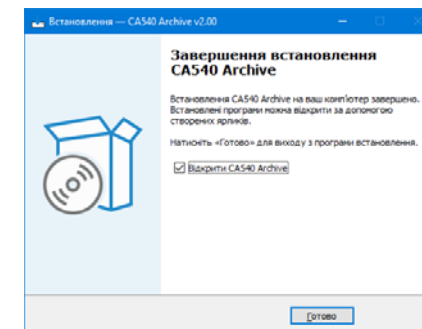

Рисунок 8.17
6) На екрані з'явиться вікно (рисунок 8.17). Для завершення встановлення драйвера клацнути по кнопці **Готово**, на Робочому столі з'явиться ярлик "CA540 PC".